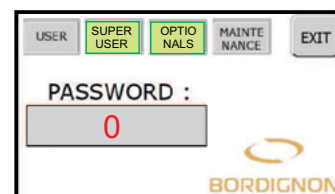
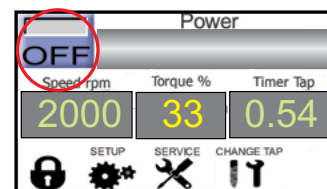
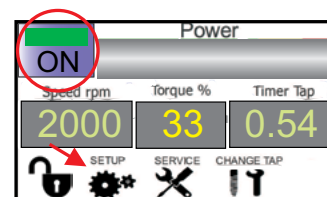

FIG. 4
FIG. 6
FIG. 7
Sul touch screen del pannello è visibile la figura di un lucchetto (FIG. 6). Premendo sul tasto corrispondente a questo simbolo si avrà accesso alla pagina illustrata in FIG. 4, predisposta all'inserimento delle password che abilitano e disabilitano l'accesso alle varie funzioni (TABELLA 1). Le caselle USER, SUPER USER, OPTIONALS E MAINTENANCE appaiono grigie quando le funzioni corrispondenti sono disattivate e verdi quando sono attivate.
4. Eseguire l'accensione: premere il tasto OFF (FIG. 6) ed attendere il tempo scandito dalla clessidra finché appare la scritta ON (FIG. 7).
5. Accertarsi che il lucchetto sia aperto (FIG. 7). Vd paragrafo precedente (pag 8);
7. Premere "SET UP" (FIG. 7);
Il momento torcente visibile durante il processo di lavorazione nella casella "Torque %" (FIG. 7) indica lo sforzo della macchina nell'esecuzione della filettatura. Esso è correlato alla corrente assorbita durante la lavorazione e diventa perciò un parametro utile al controllo della filettatura: un assorbimento di corrente troppo alto o troppo basso è indice di un'anomalia in corso.